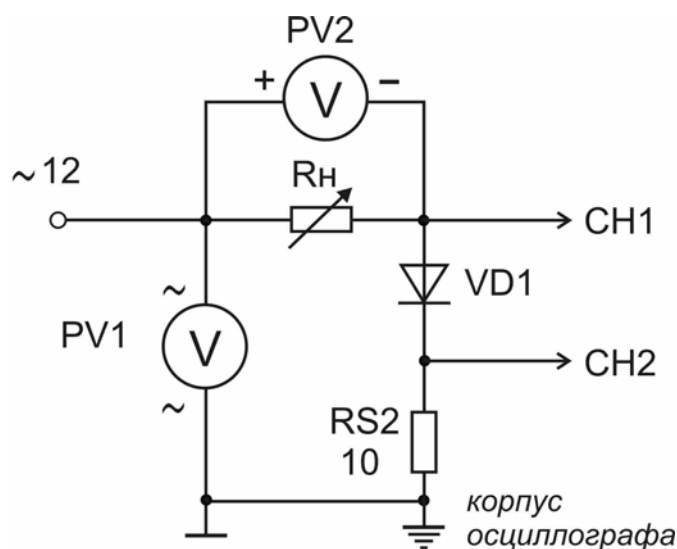

Рис. 1
12. Что нужно изменить в мнемосхеме суммирующего счетчика (рис. 1), чтобы получить вычитающий асинхронный счетчик?
а) собрать схему выпрямителя по рис. 1. В качестве вольтметров использовать: PV1 в режиме измерения переменного напряжения, PV2 в режиме измерения постоянного напряжения. Подключить входы осциллографа. Переключатель развертки осциллографа перевести на временную развертку. Установить синхронизацию от сети. На экране осциллографа Вы увидите осциллограммы анодного тока и напряжения на диоде;